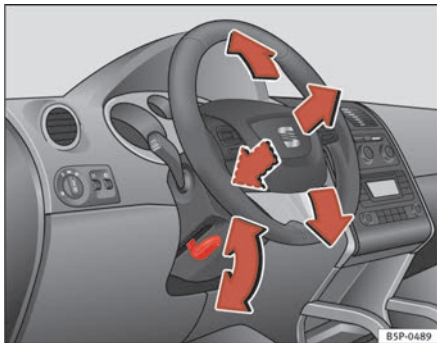

Abb. 115 Lenkradposition einstellen
- Schwenken Sie den Hebel \Rightarrow Abb. 115 unter der Lenksäule nach unten \Rightarrow ⚠.